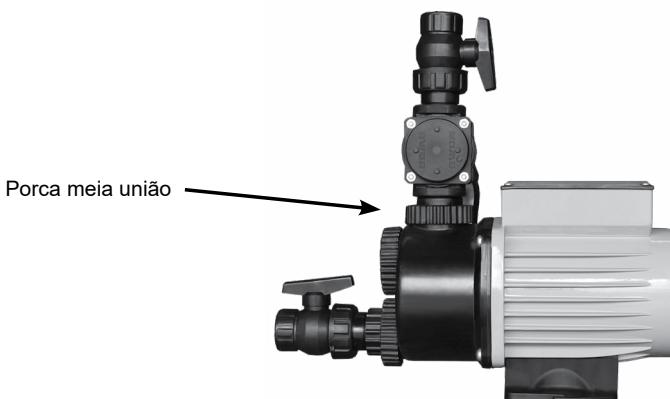

Fig. 5
- D.2)** Para as eletrobombas instaladas acima do nível do reservatório de abastecimento, deverá ser removida a porca de meia-união como indicado na fig. 5 e expelir água pelo orifício resultante, até completar o nível. Feito isso, recolocar a porca.